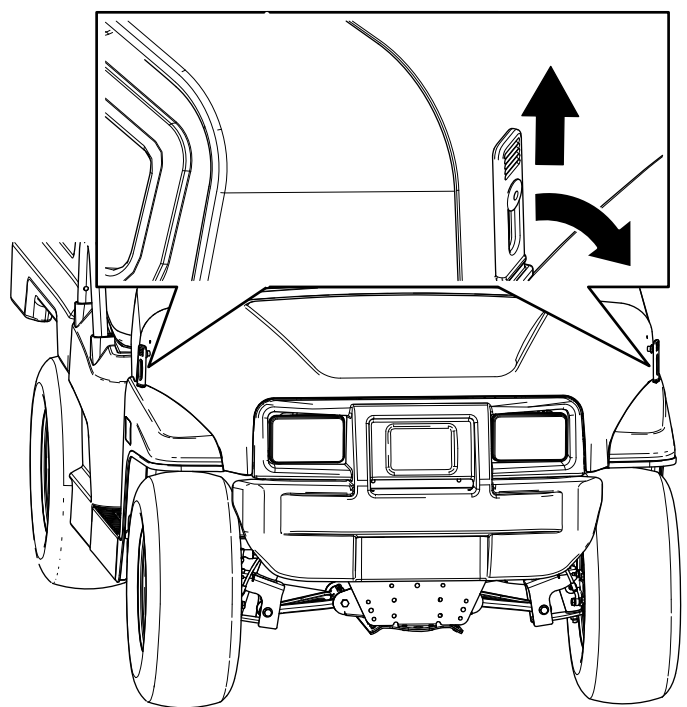

Figura 28
1. Ridicai mânerul clicheilor din cauciuc de pe fiecare parte a capotei. (Figura 28).
2. Fixai capota prin alinierea clicheilor din cauciuc pe ancorele de blocare de pe fiecare parte a capotei. (Figura 28).